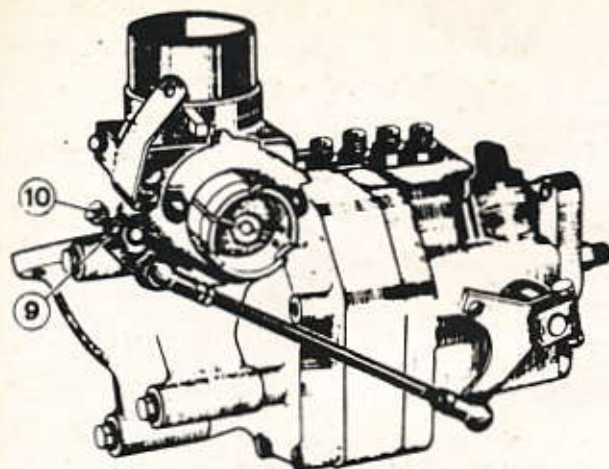

Fig. 13. — Réglage du ralenti
- Débloquer le contre-écrou (9) (fig. 13).
- Agir uniquement sur la vis by-pass (10) pour obtenir un régime moteur de 750-800 tr/mn.